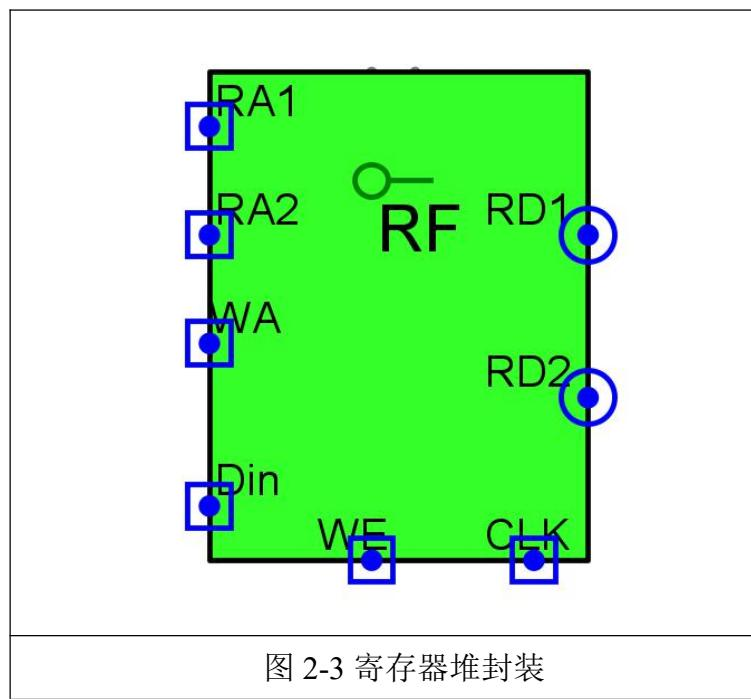

图 2-3 寄存器堆封装
(2) 0 号寄存器的内容始终为 32 位全零, 即 R0 恒等于 0;
(3) 有两个读端口和一个写端口;
(4) 能在时钟信号有效时写入数据到指定寄存器, 能够随时读取任意一个寄存器的数据;
(5) 为了能在后续实验中直接使用该寄存器堆模块, 请按照表 2-1 给出的引脚图进行设计, 不要改变灰框内的引脚、隧道的名称, 该电路已经进行进行了封装如图 2-3 所示。
(6) 验证 RegFile 电路的正确性。